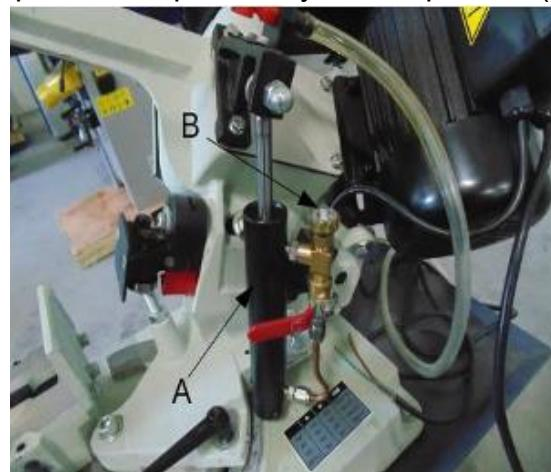

Рис. 13
1. К рычагу пилы прикреплён регулируемый гидравлический цилиндр (А на рис. 13).
2. В верхней части гидравлического цилиндра находится клапан (В на рис. 13). Клапан позволяет регулировать скорость опускания рычага (скорость подачи).